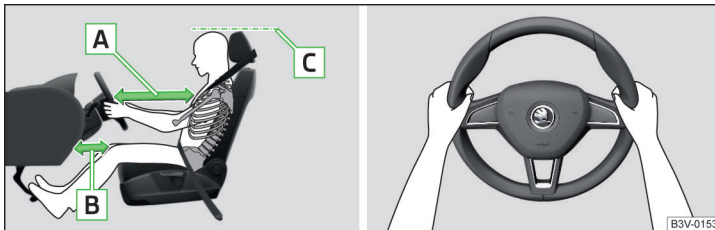

Abb. 15 Richtige Sitzposition des Fahrers / Richtige Lenkradhaltung
- ✓ Bei Fahrzeugen mit Fahrer-Knieairbag den Fahrersitz in Längsrichtung so einstellen, dass der Abstand der Beine zur Schalttafel im Bereich des Knieairbags mindestens 6 cm beträgt » Abb. 15 - **B**.
- ✓ Das Lenkrad so einstellen, dass der Abstand zwischen Lenkrad und Brustbein mindestens 25 cm beträgt » Abb. 15 - **A**.
- ✓ Die Kopfstütze so einstellen, dass die Oberkante der Kopfstütze sich möglichst auf einer Höhe mit dem oberen Teil Ihres Kopfes befindet (gilt nicht für Sitze mit integrierter Kopfstütze) » Abb. 15 - **C**.
- Während der Fahrt das Lenkrad mit beiden Händen seitlich am äußeren Rand in der „9-Uhr“- und „3-Uhr“-Position festhalten » Abb. 15. Niemals das Lenkrad in der „12-Uhr“-Position oder in einer anderen Art und Weise festhalten (z. B. in der Lenkradmitte, am inneren Lenkradrand u. Ä.). Andernfalls könnte man sich bei der Airbagauslösung schwere Verletzungen an Armen, Händen und Kopf zuziehen.
- ✓ Die Kopfstütze so einstellen, dass die Oberkante der Kopfstütze sich möglichst auf einer Höhe mit dem oberen Teil Ihres Kopfes befindet » Abb. 15 auf Seite 21 - **C** (gilt nicht für Sitze mit integrierter Kopfstütze).
- ✓ Die Kopfstütze so einstellen, dass die Oberkante der Kopfstütze sich möglichst auf einer Höhe mit dem oberen Teil des Kopfes befindet » Abb. 15 auf Seite 21 - **C**.